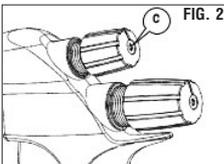

FIG. 2
**ATENCIÓN:** cuando coloque nuevamente la tuerca (6) en la regulación (B), y antes de apretar el tornillo avellanado T10 (C), compruebe que la tuerca (6) esté apretada hasta cubrir completamente el lado de la tuerca hexagonal de la regulación (Fig. 2).